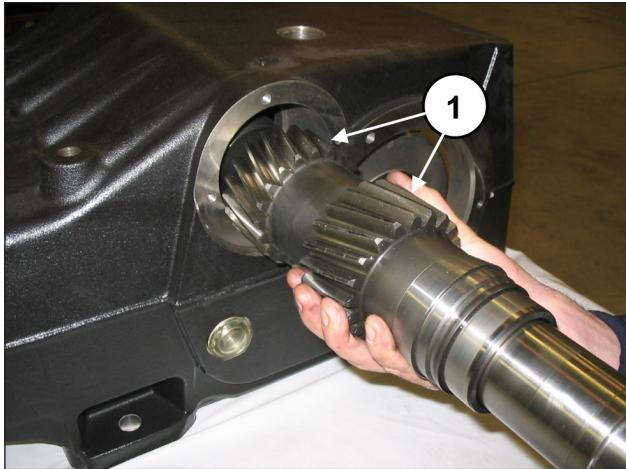

图 55
将预先组装好的PTO轴插入泵壳（位置①，图 55），从与预先组装好的外轴承环和轴承润滑套相反的一侧插入。
! 动力输出轴在泵壳的插入必须令齿如图图 55 所示定向。